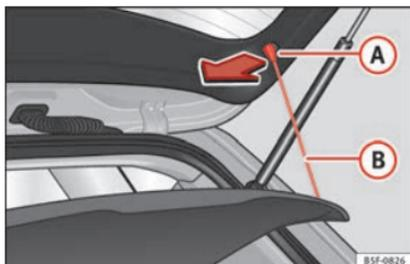

Abb. 159 Im Gepäckraum: Gepäckraumabdeckung aus- und einbauen.
- Hängen Sie die Haltebänder »» **Abb. 159** (B) aus den Aufnahmen aus (A) aus.
- Hängen Sie die Haltebänder »» **Abb. 159** (B) an der Heckklappe ein »» (A).